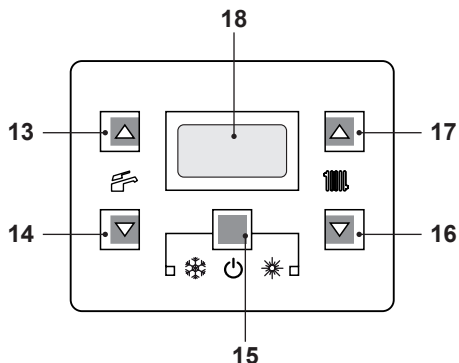
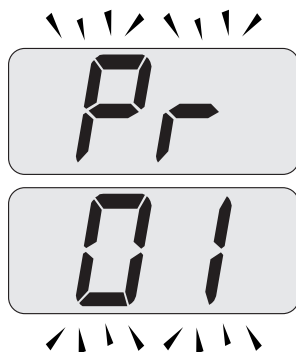
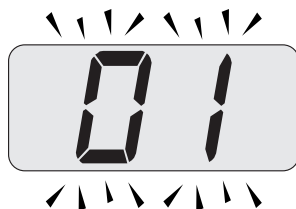

Figura 9.27
Figura 9.28
Figura 9.29
- Entre en la "modalidad de programación" pulsando simultáneamente durante 10 segundos los botones 15 - 16 - 17 (Figura 9.27) hasta que aparezcan en la pantalla LCD las letras **Pr** alternadas con el código **01**, que indican la entrada en el "parámetro 01" (Figura 9.28).
- Pulse simultáneamente los botones 15 y 17 (Figura 9.27) hasta que aparezca en la pantalla LCD el valor del parámetro 01 (Figura 9.29) (35=M260.2025 SM/M o 37=M260.3035 SM/M).
- Pulsando simultáneamente los botones 15 y 16 (Figura 9.27) se sale sin modificar el valor (se vuelve a la lista de parámetros Figura 9.28).
- Pulsando simultáneamente durante 10 segundos los botones 15 - 16 - 17 (Figura 9.27) se sale de la "modalidad de programación".